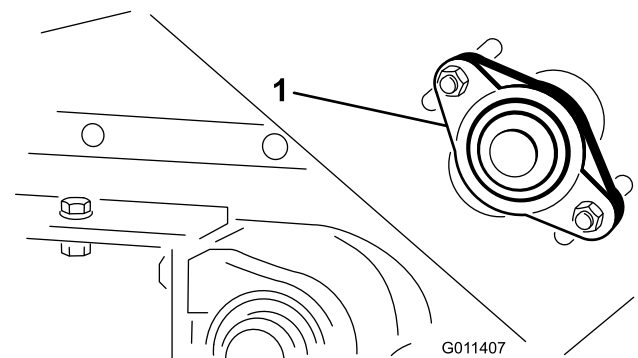

Figure 22
1. Desserrez les écrous de fixation du logement de palier (Figure 22) sur le côté droit de la machine.